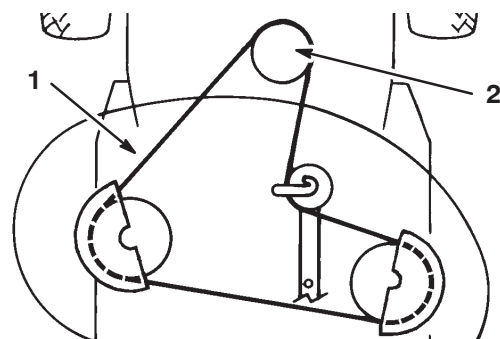

Bild 41
14. Nehmen Sie den Mähwerkriemen von der elektromagnetischen Kupplungsriemenscheibe ab (Bild 41).
15. Nehmen Sie den Mähwerkriemen von der unteren Motorscheibe ab (Bild 41).
3. Montieren Sie den Mähwerkkiemen an der unteren Motorscheibe (Bild 41).